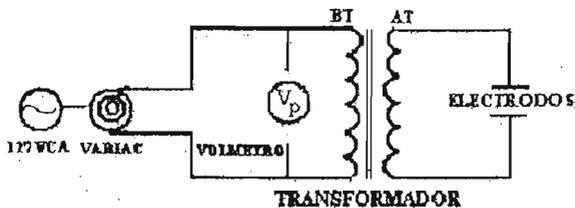

Figura 3.14
f) Con ayuda del instructor arme el dispositivo de la figura 3.14.